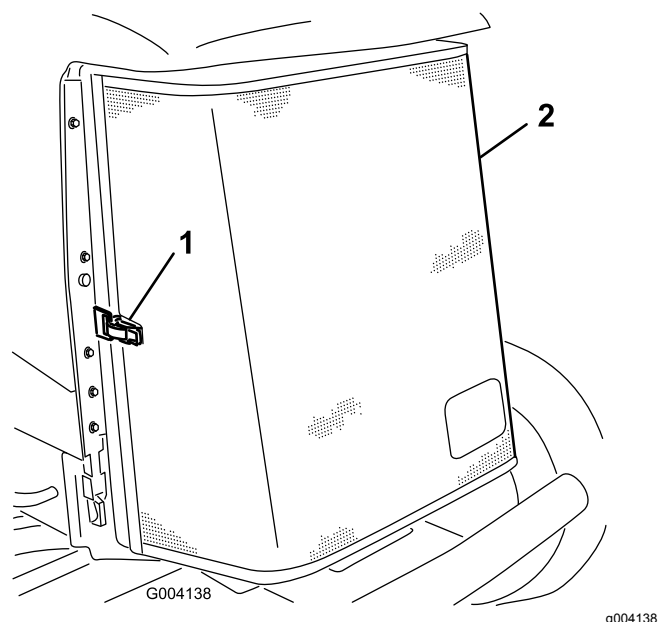

Figura 94
3. Sbloccate il morsetto e aprite la griglia posteriore (Figura 94).